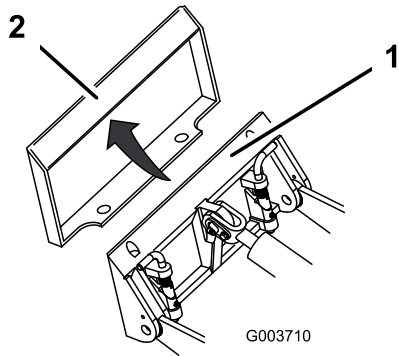

Рисунок 16
4. Вставьте монтажную пластину под верхнюю кромку установочной пластины навесного оборудования (Рисунок 16).